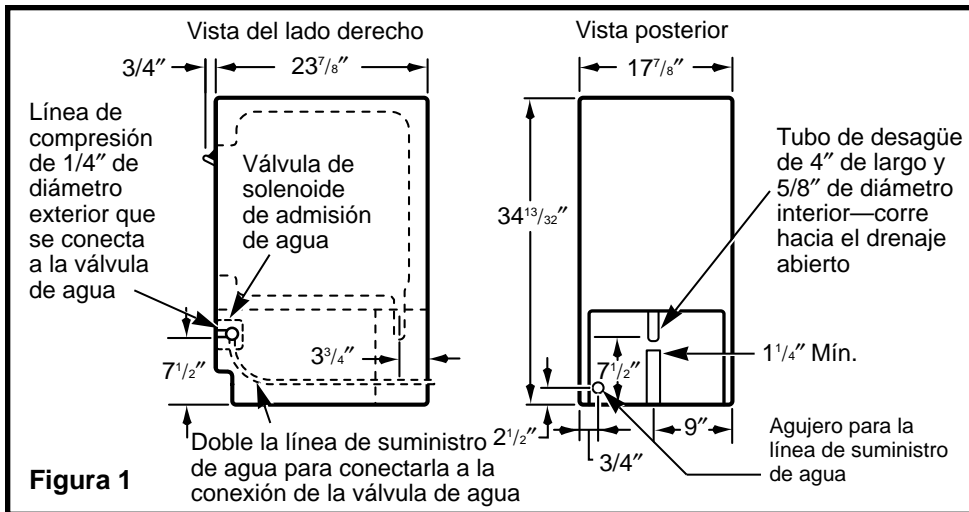

Figura 1
- Ubique la tubería de manera que pueda entrar por el orificio de acceso localizado a la derecha de la parte posterior del gabinete de la máquina para hacer hielo. La tubería deberá extenderse más allá de la parte frontal del gabinete, de modo que cuando se empuje hacia atrás la máquina para hacer hielo para colocarla en su lugar, la tubería alcance la válvula de admisión ubicada en la parte frontal. Ver Figura 1.